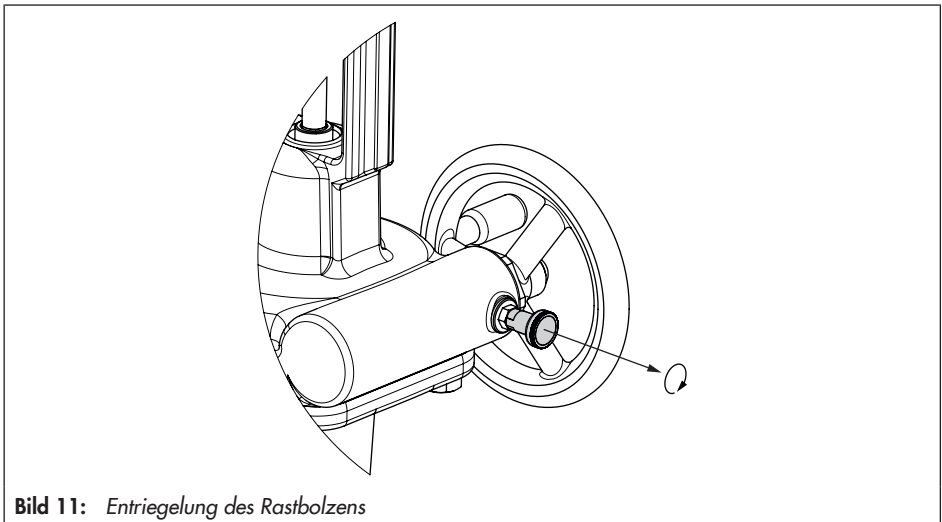

Bild 11: Entriegelung des Rastbolzens
1. Um vom Automatikbetrieb in den Handbetrieb zu wechseln, Handrad entriegeln. Dazu den Rastbolzen herausziehen und um 90° drehen, vgl. Bild 11.
4. Handrad verriegeln. Dazu den Rastbolzen um mindestens 90° drehen, bis er wieder einrastet, vgl. Bild 11.
1. Rastbolzen zum Entriegeln des Handrads herausziehen und um 90° drehen, vgl. Bild 11.
3. Rastbolzen zum Verriegeln des Handrads um mindestens 90° drehen, bis er wieder einrastet, vgl. Bild 11.